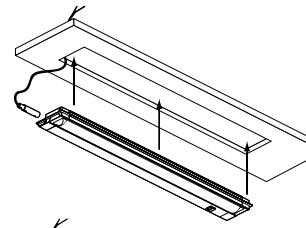

Fig. 4
8.2.1. Effettuare un foro di ø10mm per far passare il cavo di alimentazione fig. 4.
8.2.3. Inserire la lampada SLIDE nella fresatura precedentemente eseguita fig. 4.